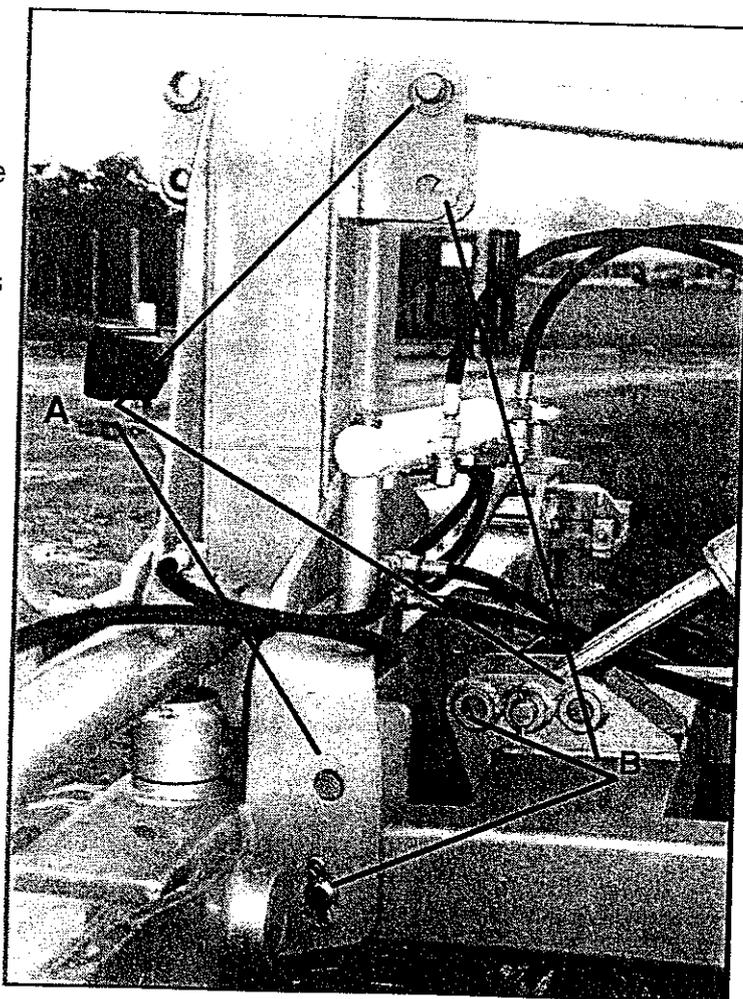

Figure 15
1) REGLAGE DE L'ATTELAGE (Figure 15)